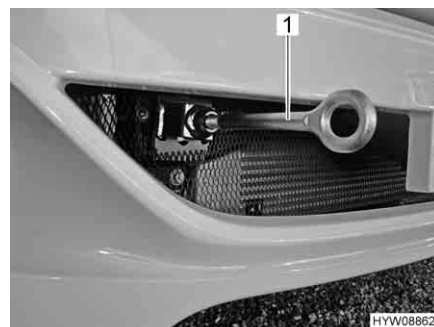

Fig. 49 Occhione di traino, installato
- Montare l'occhione di traino (Fig. 49,1) come indicato nel manuale di funzionamento del veicolo di base.